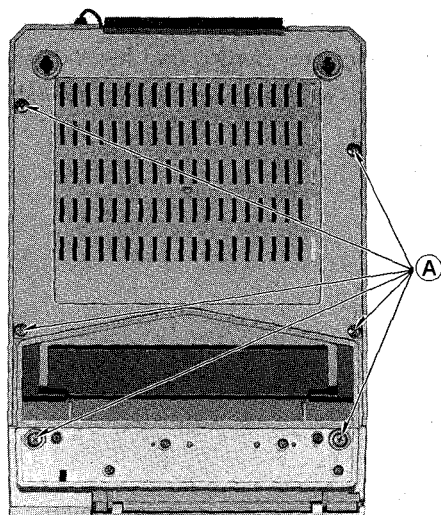

Fig. 1 Abb. 1
1. Remove 6 screws (A) as shown in fig. 1.
1. Die 6 Schrauben (A) entfernen, wie in Abb. 1.